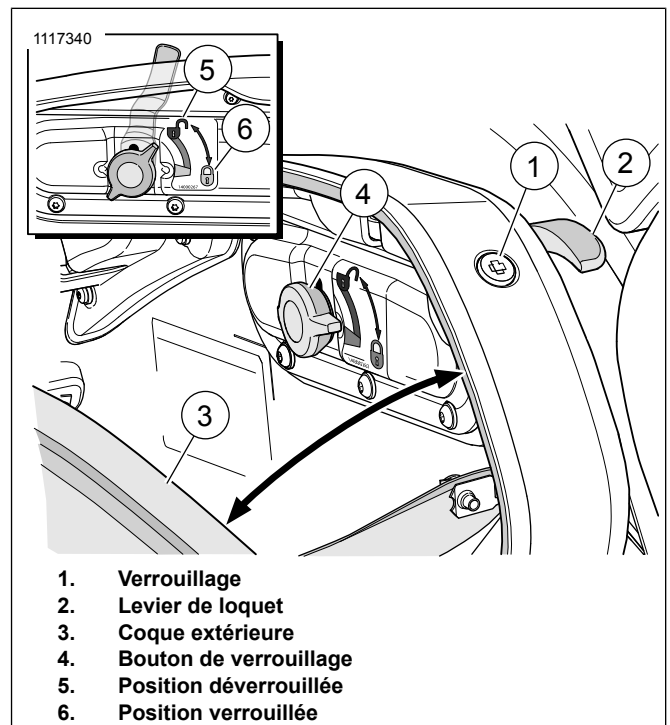
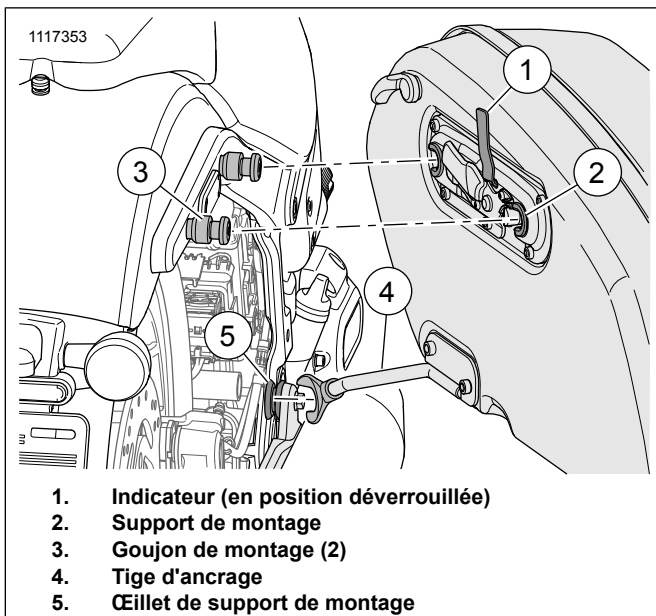

Figure 12. Bouton de verrouillage de sacoche
Figure 13. Support de montage de sacoche
- b. Positionner l'œillet du support de montage (7) sur le cadre (9).
- c. Installer la vis (8). Serrer.
4. Voir Figure 12 et Figure 13 installer la sacoche.
- a. Figure 12 Ouvrir la coque externe de la sacoche (3).
- b. Figure 12 Retirer et tourner le bouton de verrouillage (4) à la position déverrouillée (5).
- c. Figure 13 Placer le support de montage de la sacoche (2) sur les goujons de montage (3) tout en alignant la tige de fixation de la sacoche (4) avec l'œillet du support de montage (5). Faire entièrement glisser la sacoche vers l'avant.
- d. Figure 13 Tourner le bouton de verrouillage à la position verrouillée (6) jusqu'au clic. Sans tirer sur le bouton, s'assurer qu'il ne peut pas retourner vers la position déverrouillée.
- e. Figure 13 Vérifier que l'indicateur n'apparaît pas et que la sacoche est bien fixée.